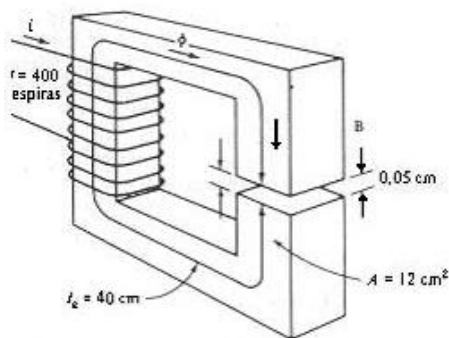

Fig. 1
3.-La Fig. 1 muestra un núcleo ferromagnético cuya longitud de trayectoria media es de 40 cm . Hay un pequeño entrehierro de aire de $0,05 \text{ cm}$ en la estructura del hierro. El área de la sección transversal del núcleo es de 12 cm^2 , su permeabilidad relativa es de 4000 y la bobina de alambre sobre el núcleo tiene 400 vueltas. Suponer que el efecto de borde del entrehierro de aire aumenta el área efectiva de la sección transversal de éste en un 5% y hallar: (a) la reluctancia total al paso del flujo (núcleo más entrehierro de aire) y (b) la corriente necesaria para producir una densidad de flujo de $0,5 \text{ T}$ en el entrehierro de aire.-